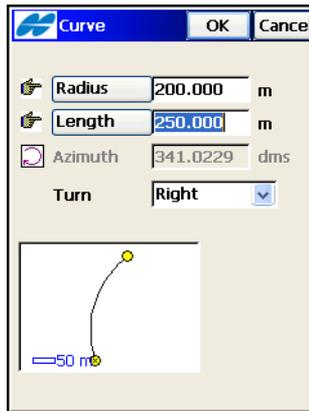

Abbildung 7-10. Neue Kurve
2. Im Fenster *Kurve* (Abbildung 7-10 auf Seite 7-10) legen Sie die folgenden Parameter fest:
- Die Krümmung (Abbildung 7-10) kann entweder *Rechts* (im Uhrzeigersinn) oder *Links* (gegen den Uhrzeigersinn) verlaufen.